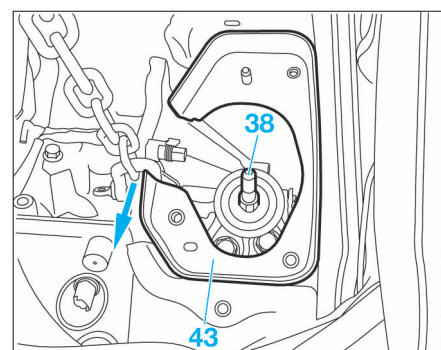

FIG. 10
- les 3 vis (36)
- les 2 écrous (37)
- l'écrou (35)
- le support (34)
- Déposer l'axe de support élastique (38) à l'aide de la douille ref. 7115-T (Fig.10).
Faire passer la chaîne à l'extérieur du support (43) pour aligner correctement l'arbre primaire dans le double volant moteur amortisseur (DVA) ou dans le disque d'embrayage (suivant flèche) (Fig.10).